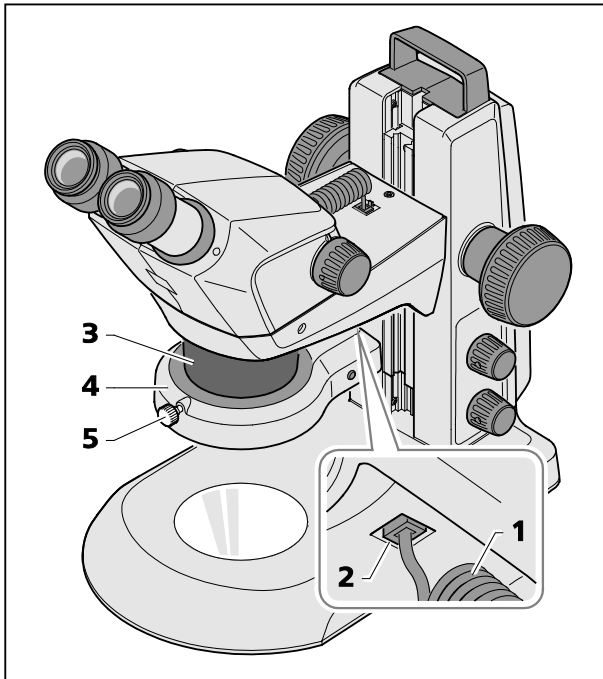
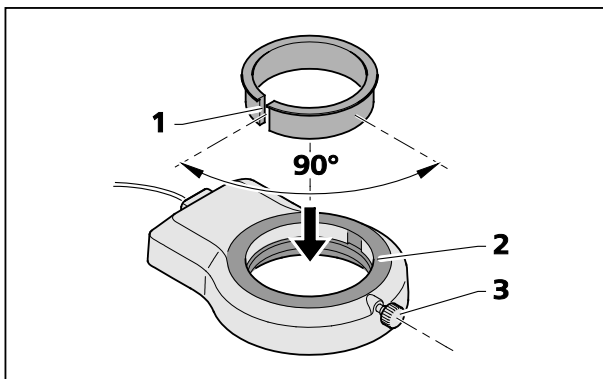

Bild 13 Ringleuchte auf Mikroskopkörper montieren
Bild 14 Ringleuchte auf Vorsatzoptik 3 montieren
- Das Anschlusskabel (Bild 13/1) der Ringleuchte (Bild 13/4) in die untere Buchse (Bild 13/2) des Stemi-Trägers und in die Buchse der Ringleuchte einstecken.
- Die Ringleuchte von unten auf den Mikroskopkörper (Bild 13/3) aufschieben und mit der Rändelschraube (Bild 13/5) fixieren.
- Den mit der Vorsatzoptik gelieferten, geschlitzten Adapterring (Bild 14/1) von oben in die Ringleuchte (Bild 14/2) einlegen.
- Ringleuchte mit Adapter an der Vorsatzoptik hochschieben und mittels Klemmschraube (Bild 14/3) fixieren (analog Bild 13).
Die beste Klemmwirkung wird erzielt, wenn der Schlitz (Bild 14/1) des Adapters um ca. 90° versetzt zur Klemmschraube (Bild 14/3) der Ringleuchte angeordnet wird.